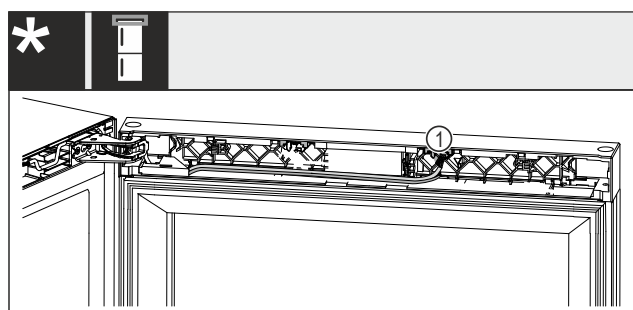

Fig. 24 Chłodziarka do wina z zamrażarką*
- ▶ Wyciągnąć wtyczkę Fig. 24 (1) z gniazda.*